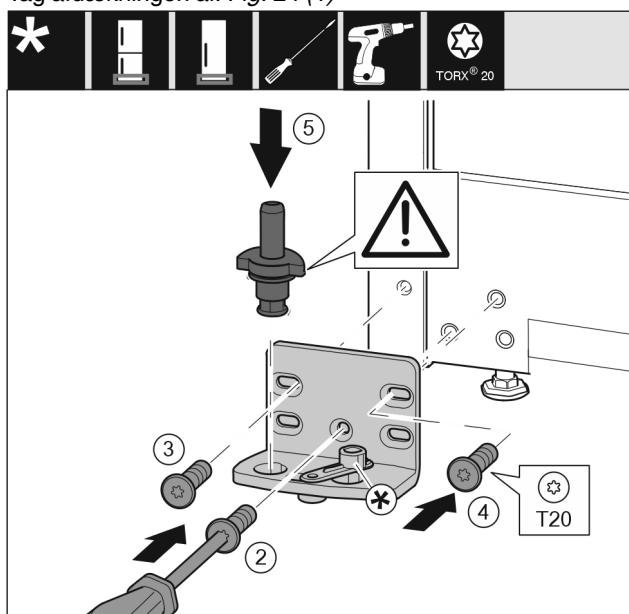

Fig. 25
- ▶ Sæt hængselkonsollen på i den anden side, og skru den fast med en skruetrækker T20. Begynd med skruen 2 forinden i midten. Fig. 25 (2)
- ▶ Stram skrueerne 3 og 4. Fig. 25 (3,4)
- ▶ Sæt hængselboltens helt i. Sørg i den forbindelse for, at låsekammen vender bagud. Fig. 25 (5)